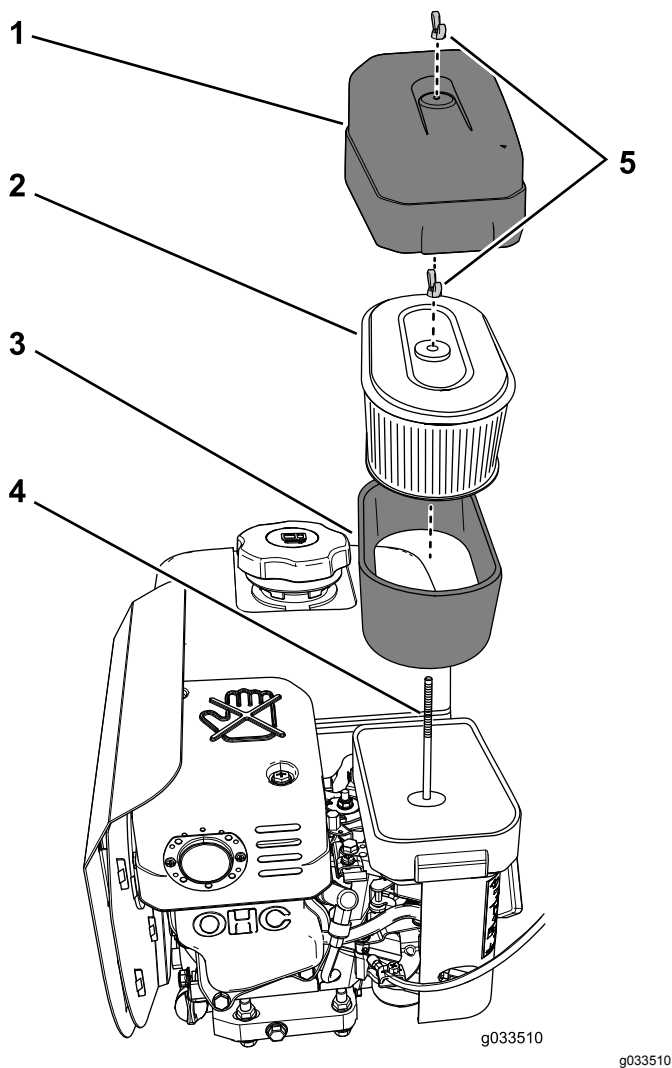

Figure 58
2. Nettoyez la surface autour du filtre à air pour éviter que des impuretés n'endommagent le moteur en tombant à l'intérieur (Figure 58).
3. Tournez l'écrou à oreilles qui fixe le couvercle du filtre à air dans le sens antihoraire et déposez le couvercle (Figure 58).
4. Tournez dans le sens antihoraire l'écrou à oreilles qui fixe les éléments filtrants en papier et en mousse, et déposez les éléments de la tige de maintien (Figure 58).
5. Sortez délicatement l'élément en mousse de l'élément en papier (Figure 58).
1. Vérifiez que l'élément n'est pas déchiré, couvert d'une pellicule grasse ou endommagé (Figure 58).
1. Glissez délicatement l'élément filtrant en mousse sur l'élément en papier (Figure 58).
2. Alignez le trou de la plaque supérieure de l'élément en papier sur la tige de maintien du carburateur (Figure 58).
3. Fixez les éléments filtrants au carburateur au moyen de l'écrou à oreilles (Figure 58) que vous avez retiré à l'opération 4 de Retrait des éléments en mousse et en papier (page 55).
4. Alignez le trou dans le couvercle du filtre à air sur la tige de maintien (Figure 58) et fixez le couvercle à la tige au moyen de l'écrou à oreilles retiré à l'opération 3 de Retrait des éléments en mousse et en papier (page 55).